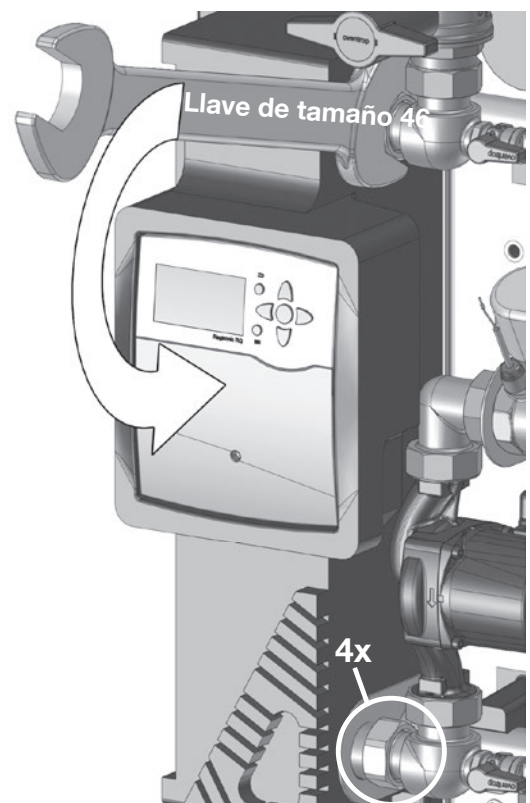

fig. 5.6: Afloje las tuercas del intercambiador de calor
6. Afloje las cuatro tuercas del intercambiador de calor mediante una llave de 46 mm (fig. 5.6).